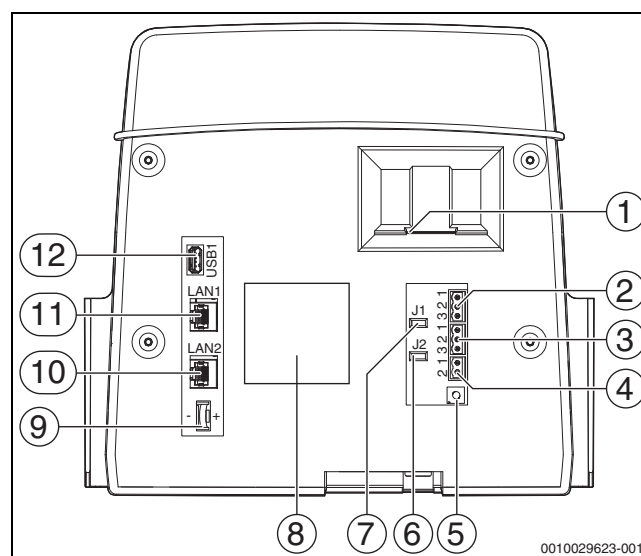

Fig. 4 Raccords module de commande
La batterie (à l'arrière du module de commande) permet de conserver l'heure et la date en cas de panne d'électricité ou si l'appareil de régulation est désactivé (→ fig. 4, [9], page 9).
- À l'arrière du module de commande aux bornes de raccordement EMS (→ figure 4, [4], page 9) avec
Pour les générateurs de chaleur (par ex. module de cogénération), qui sont raccordés via le Modbus-RTU (→ figure 4, [3], page 9) :
- ▶ Raccorder le module de cogénération (→ fig. 4, [3], page 9) au raccord Modbus-RTU.
La résistance terminale (J2) (→ fig. 4, [6], page 9) est fermée à la livraison (inséré = activé).